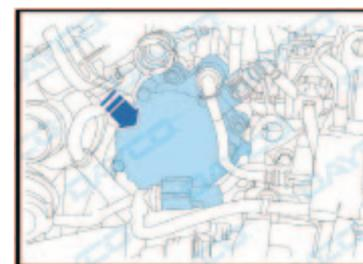

Fig. 1.1
- Desmonte la bomba de vacío (Fig. 1.1).